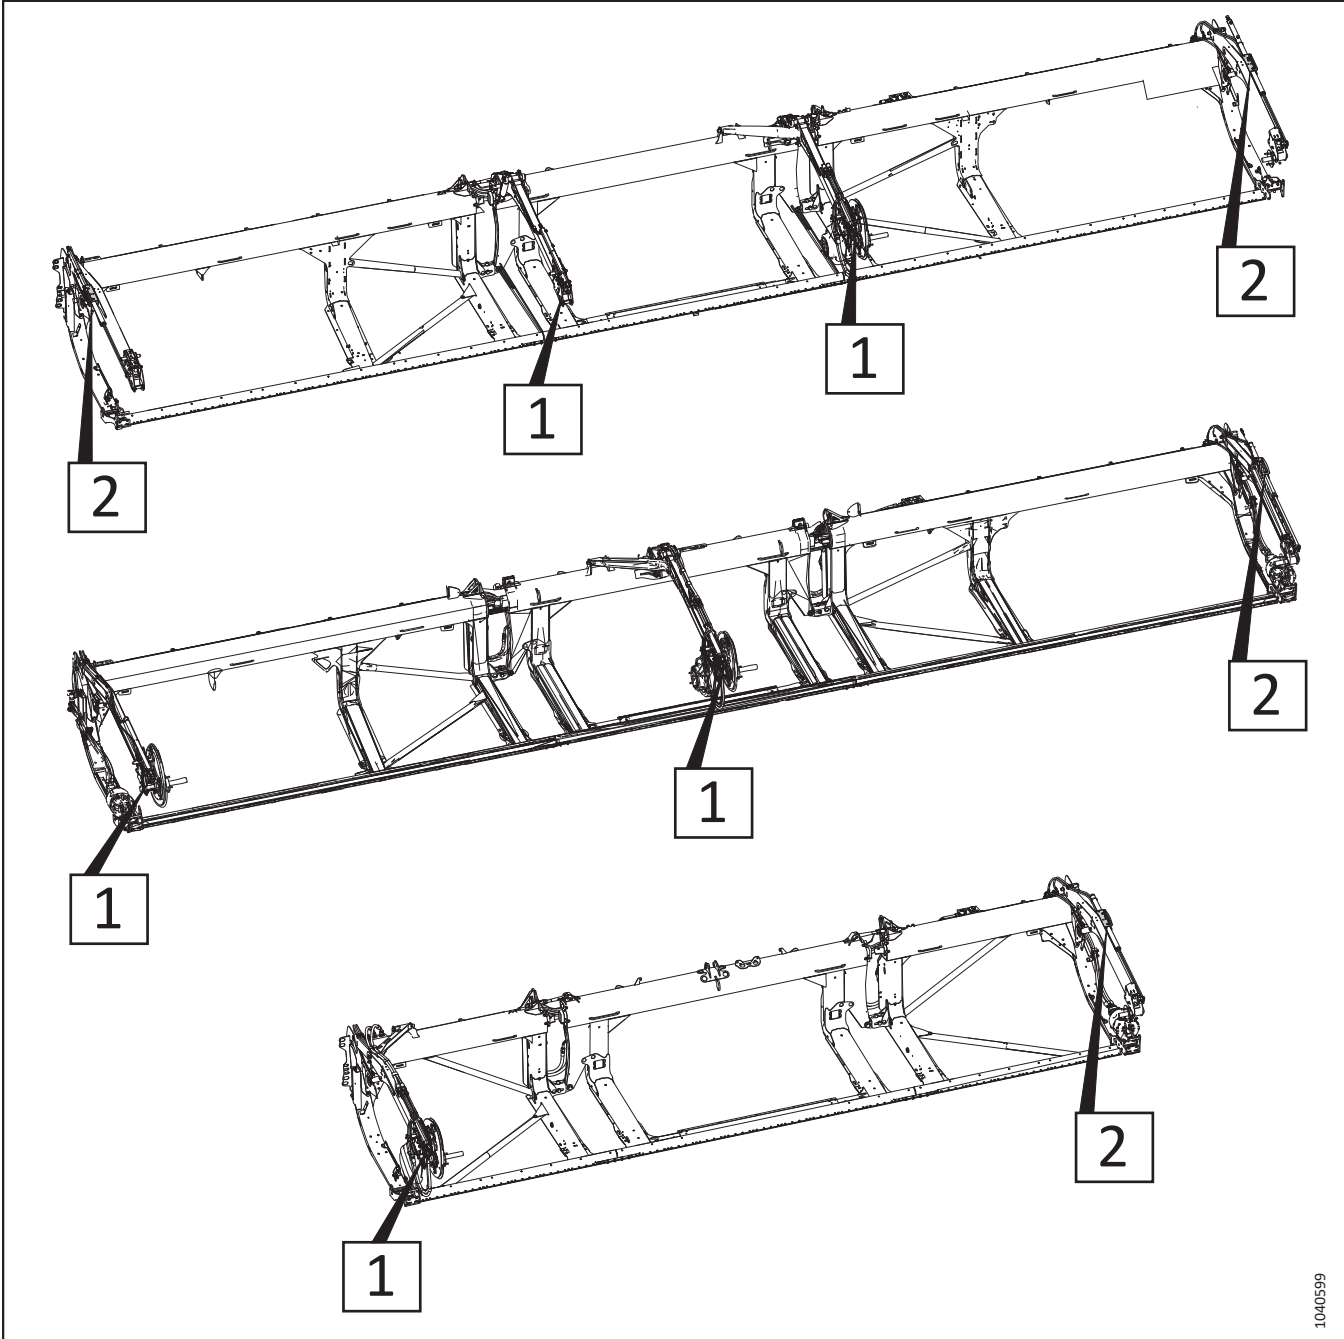

Abbildung 3.195: Einstellbare Horizontalzylinder – Verfahrensreferenznummern
6. Siehe Abbildung 3.195, Seite 176, um die Verfahren zur Einstellung der Haspelhorizontalzylinder für den entsprechenden Schneidwerkstyp zu ermitteln. Die Nummer in der Abbildung bezieht sich auf eines der folgenden Verfahren: